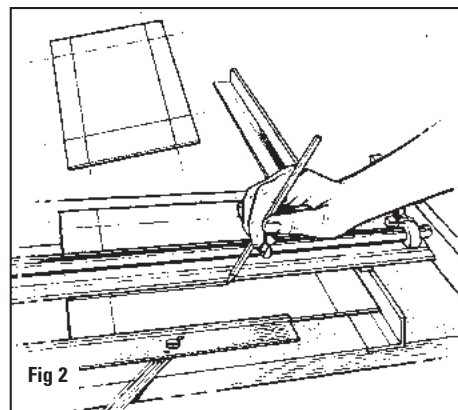

Fig 2
4. Abbassare l'impugnatura. Con una matita, tracciare una linea sul retro del cartoncino utilizzando il lato sinistro della barra di taglio come guida. Ripetere per i tre lati rimanenti del passepartout. Fig. 2